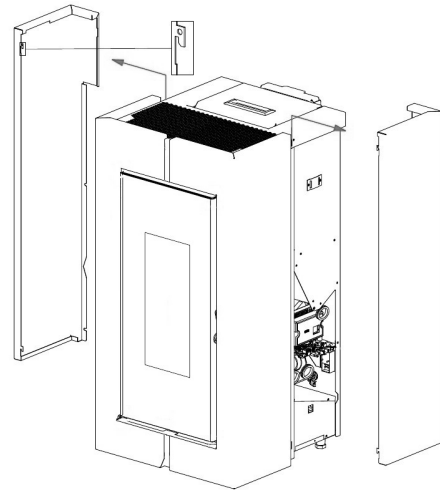

Fig. 52 - Aushaken der Seiten
- Die 4 hinteren Schrauben herauschrauben (siehe **Fig. 52**).